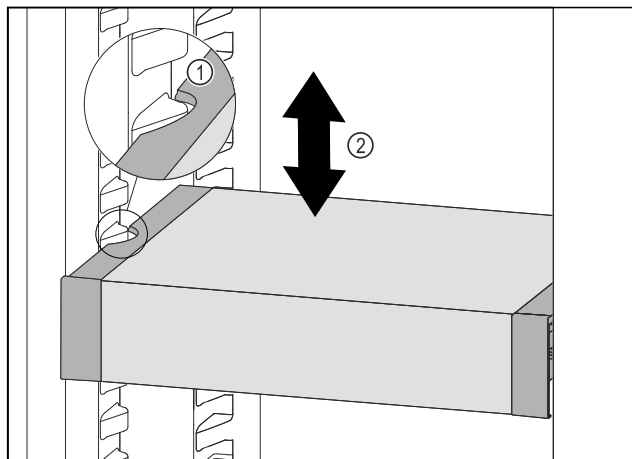

Fig. 132
- Изтеглете VarioSafe напред, докато страничните прорези на VarioSafe се намират на височината на реброто на съда в хладилната част. Fig. 132 (1)
- Преместете VarioSafe нагоре или надолу в хладилната част, докато се достигне желаната височина. Fig. 132 (2)